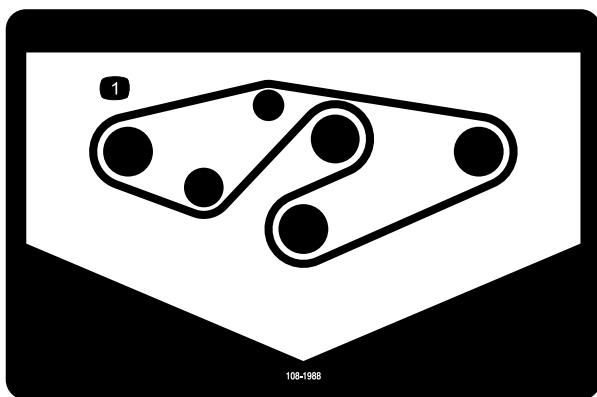

図 32
- 図のように、スピンドル・プーリとアイドラ・プーリに新しいベルトを回しかける (図 32)。